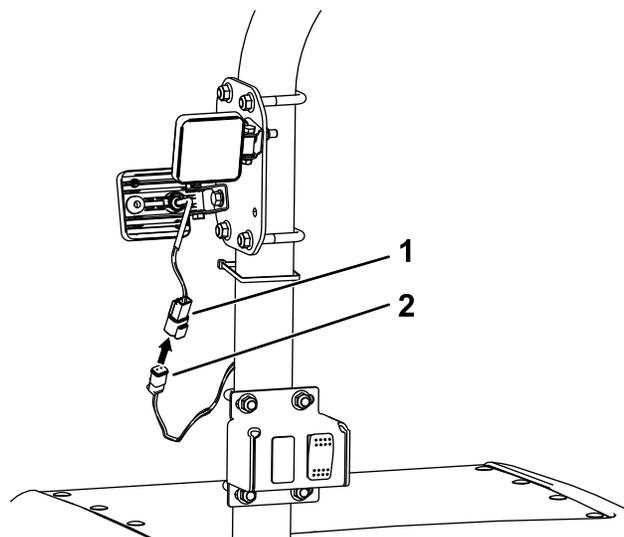

Figura 5
- Collegate i 4 connettori quadrati alle luci da lavoro e collegate il connettore grande delle luci all'interruttore (Figura 5).